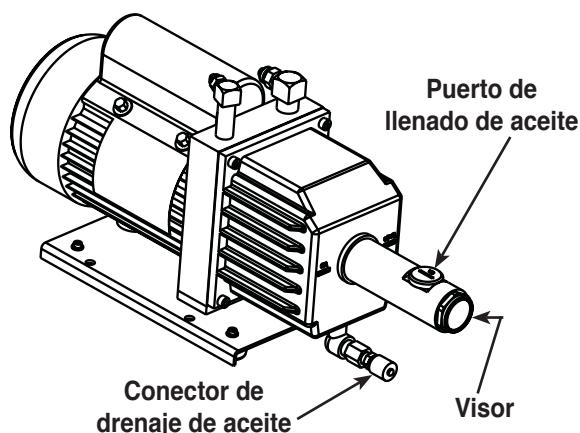

Figura 10
3. Consulte la Figura 10 y retire el tapón de latón del puerto de llenado de aceite de la bomba de vacío. (La bomba drena más rápido cuando está ventilada).
5. Conecte el tubo flexible y tapa a la botella de aceite y vierta cinco (5) onzas de aceite para la bomba de vacío en el puerto de llenado.